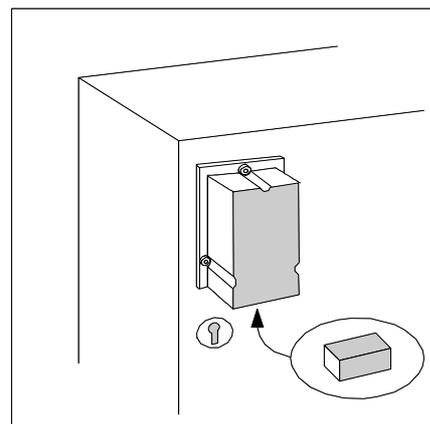

Bild 5-2 Filter-Aufnahme
5. Drei Befestigungsschrauben der Filteraufnahme (Bild 5-2) an der Rückseite des Gerätekopfes herausschrauben und Filteraufnahme abnehmen.